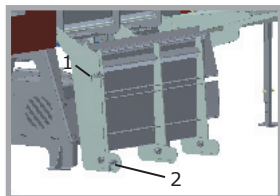

Abb. 3
Gelenkwelle wie unter Punkt 5.3 beschrieben zwischen Holzspalter und Traktor anschließen bzw. elektrische Stromversorgung herstellen. Vor Inbetriebnahme muss der obere Sperrriegel (1) am Hebearm ausgerastet sein, den Hubkorb Teil 1 (3) nach unten klappen und den unteren Sperrriegel einrasten (siehe Abb. 3 und 4).